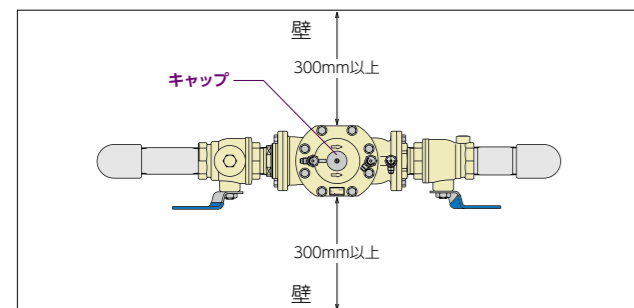
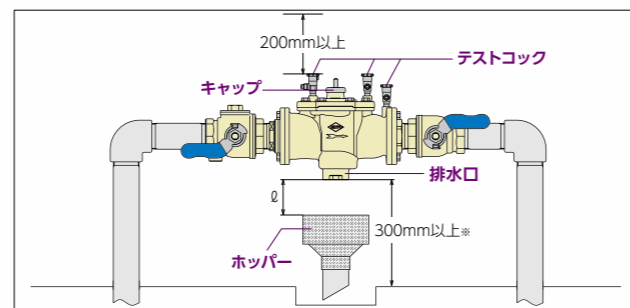

図1.壁からの推奨距離
図2.上部空間、排水口、ホッパー、床までの距離
- 水没のおそれがないところで、床上300mm以上*を基本として離して設置してください。(図2.参照)
- 現場試験、定期点検など保守作業に支障をきたさないよう、維持管理に必要な空間を確保してください。目安として、上端のテストコックから上に200mm以上、前後に300mm以上です。(図1.図2.参照)
- 排水口(逃し弁)からの排水に対して排水管を設置する場合には、設置例に示す、排水口空間φを確保してください。排水口からの飛散、排水に伴う浸水が起らないよう、大きめのホッパー(排水受け)の設置をお勧めします。(参考:目安としてφの2倍の大きさ、図2.参照)